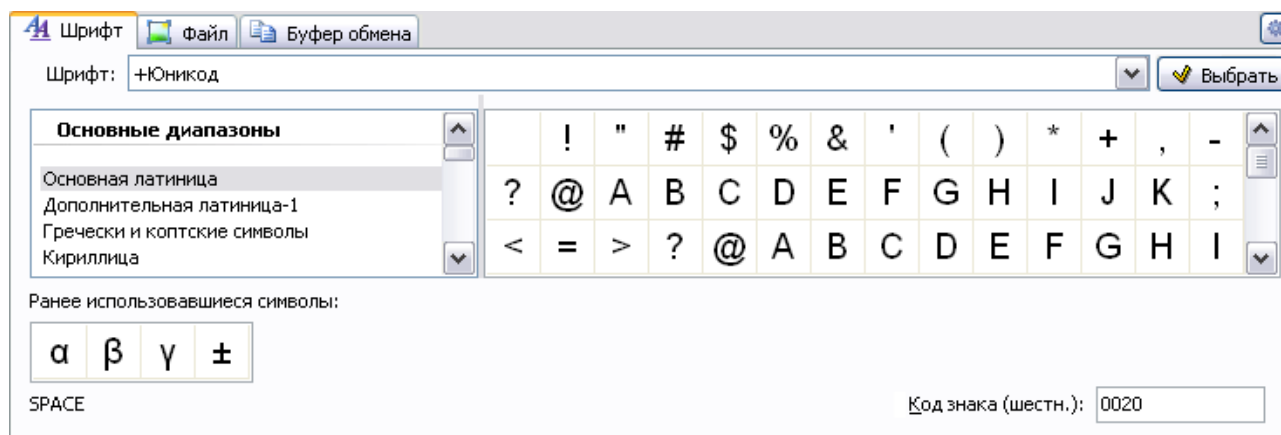

Рис. 3.19
2. Выберите инструмент **Вставка символа** . После этого под инструментальными панелями откроется дополнительное окно (Рис. 3.19).